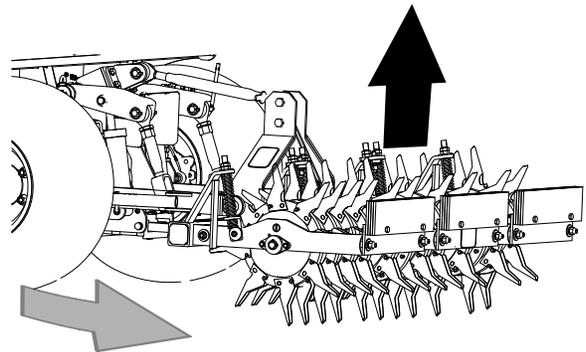

Figura 24
- Eleve o arejador no final da passagem antes de virar (Figura 24).